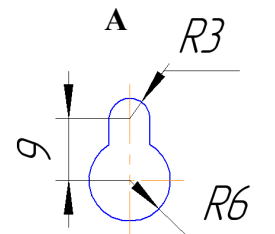
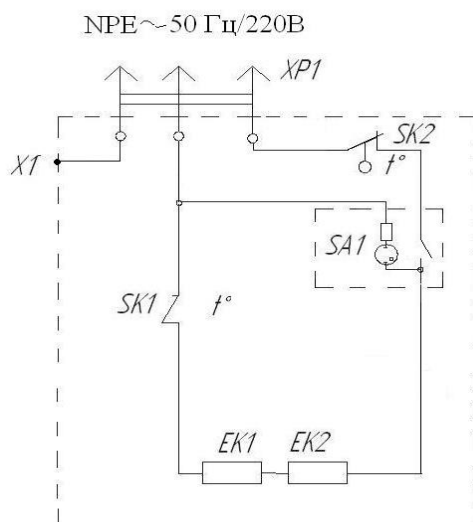
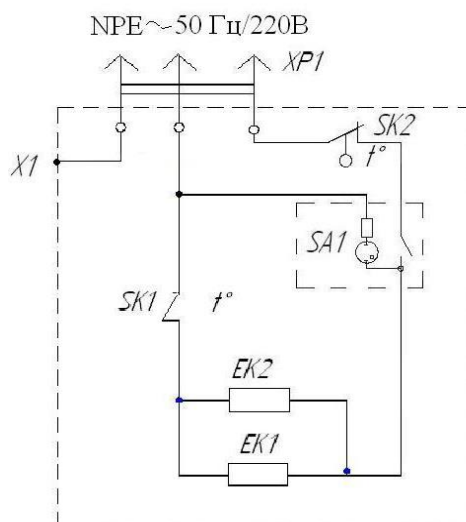

Рисунок 1 - Общий вид универсального конвектора
Рисунок 2 – Схема электрическая принципиальная
Рисунок 3 – Схема электрическая принципиальная
5.1 Конвектор (рис. 1) представляет собой кожух 1, внутри которого на основании 8 расположены два трубчатых электронагревательных элемента (ТЭН), на рисунке не показаны. В цепь питания нагревателей включен клавишный выключатель 4, расположенный на боковой крышке, термовыключатель защиты от перегрева SK1 (не показан) и биметаллический терморегулятор SK2 с ручкой 3 (см. рис. 2 и 3).
Электрическая схема конвекторов на 0,5 кВт и 1,0 кВт; показана на рис. 2, для 1,5 кВт и 2 кВт – на рис. 3.
6.2 Для установки конвектора на стене, необходимо прикрепить кронштейны к задней стенке конвектора с помощью самонарезающих винтов (входят в комплект поставки) – см. рис. 1 (размер L). Деревянные стены должны иметь огнезащитную панель из листового металла с теплоизоляцией из минваты или базальтовых рулонных материалов.
6.3 Для напольного расположения конвектора необходимо внизу по краям основания 8 саморезами закрепить ножки – опоры 7 (входят в комплект поставки), см. рис. 1.